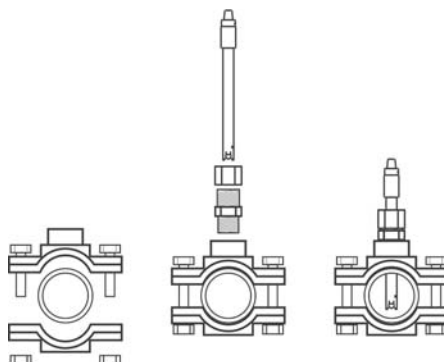

Fig. 8
1. Instalar los racors de inserción de los electrodos de pH/ORP en el circuito a través de un collarín (no incluido con el equipo) (Fig. 8)